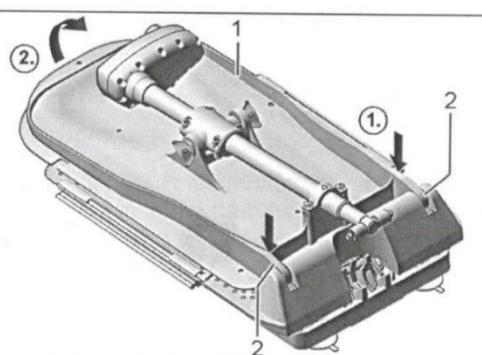

Рис. 9
2. Акуратно натисніть на фіксуючі крючки (див. Рис. 9; 2). Вони повинні війти в пази.
3. Візьміться за верхню частину спинки (див. Рис. 9; 1) і розпряміть її до кінцевого положення.